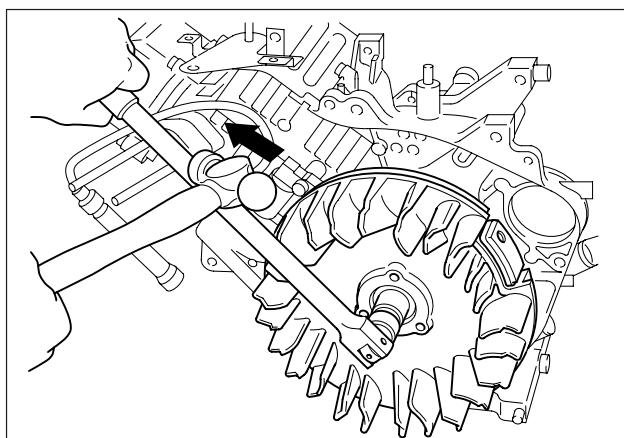
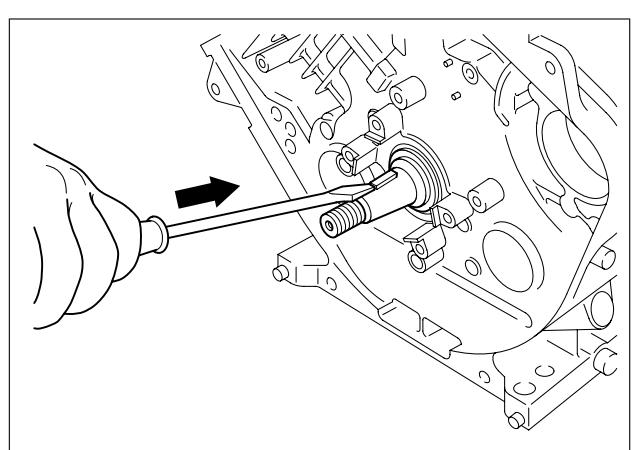

Рис. 5-9 СЕГМЕНТНАЯ ШПОНКА
Рис. 5-11
| 13 | Маховик | (1) Снять шкив стартера (2) Снять гайку с коленчатого вала (см. рис. 5-9) (3) Снять маховик, используя съемник маховика (см. рис. 5-10) (4) Вынуть шпонку из коленчатого вала (см. рис. 5-11) | M8 × 12: 3 шт. гайка M8, шайба, пружинная шайба |